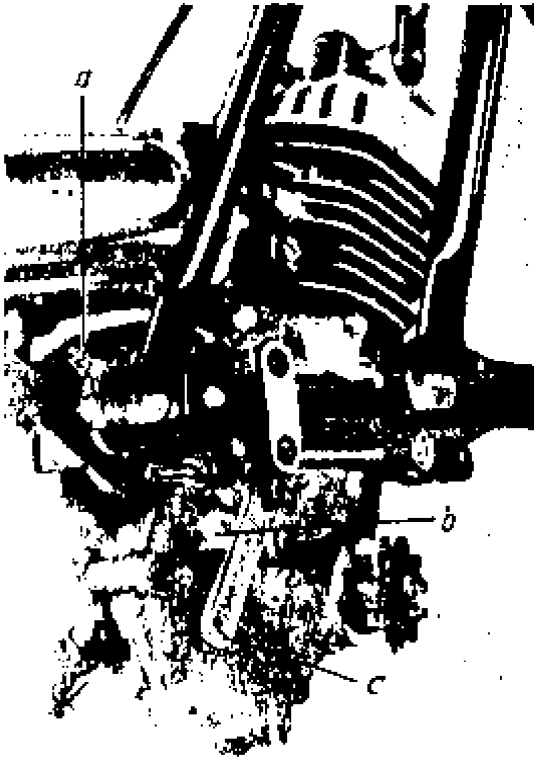

Bild 13
2.11 Lichtkabel am Motor befestigen (Bild 13, Pos. a), mit dem Scheinwerferanschluß verbinden und vom Scheinwerfer nach dem Schlusslicht legen, also das Schlusslicht nur über den Scheinwerfer entnehmen. Im Scheinwerfer Birne 6 Volt, 0,5 Amp. = 3 Watt und für das Schlusslicht 6 Volt, 17 mA 0,1 Watt einsetzen.